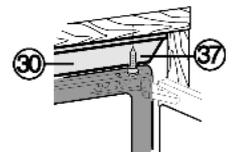

Fig. 34
- ▶ Avvitare il listello di compensazione Fig. 34 (30) dal basso con due viti Fig. 34 (37) sul tetto del mobile.